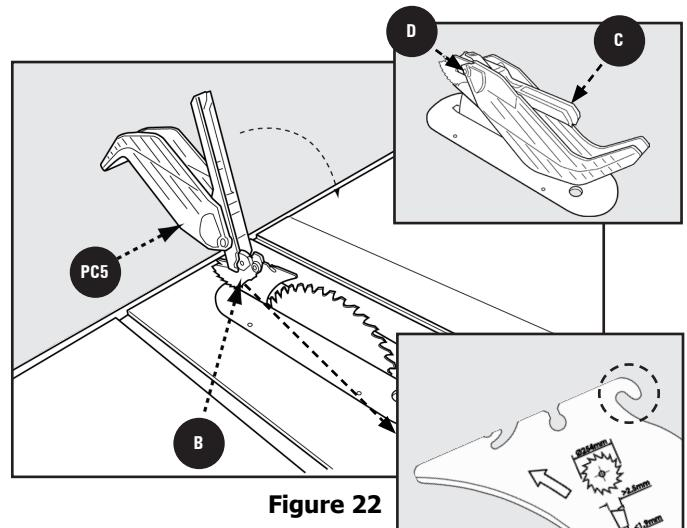

Figure 22
- Faites tourner l'ensemble protège-lame vers l'avant de la scie jusqu'à ce que la partie métallique **C** de l'ensemble protège-lame soit parallèle à la table comme le montre la Figure 22.